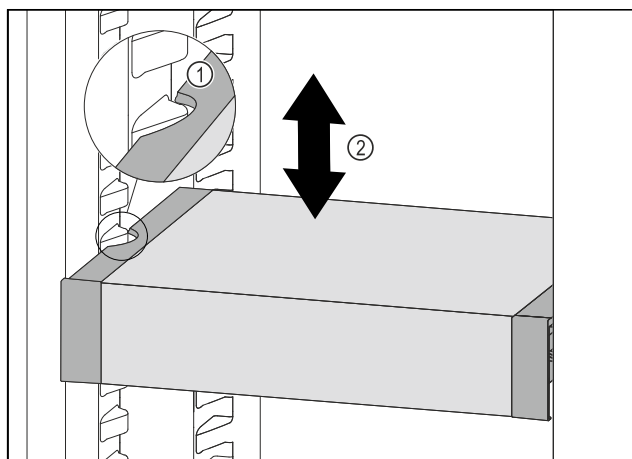

Fig. 111
- Изтеглете VarioSafe напред, докато страничните прорези на VarioSafe се намират на височината на реброто на съда в хладилната част. Fig. 111 (1)
- Преместете VarioSafe нагоре или надолу в хладилната част, докато се достигне желаната височина. Fig. 111 (2)